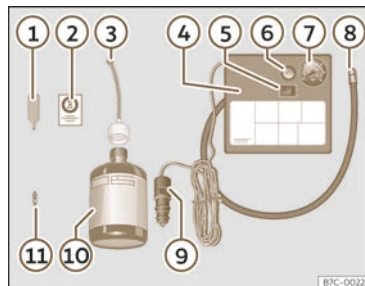

Abb. 265 Prinzipdarstellung: Inhalt des Reifenflicksets.
Das Reifenflickset befindet sich im Gepäckraum unter dem Bodenbelag. Es besteht aus folgenden Bestandteilen >>> (**Abb. 265**):
- Ventilkappe und Ventileinsatz vom Reifenventil abschrauben. Verwenden Sie den Ventileinsatzdreher >>> (Abb. 265) ① zum Heraus-schrauben des Ventileinsatzes. Legen Sie den Ventileinsatz auf einem sauberen Untergrund ab.
- Reifenfüllflasche kräftig schütteln >>> (Abb. 265) ⑩.
- Einfüllschlauch >>> (Abb. 265) ③ auf die Reifenfüllflasche schrauben. Die Folie am Verschluss wird automatisch durchstoßen.
- Verschlussstopfen vom Einfüllschlauch >>> (Abb. 265) ③ entfernen und das offene Schlauchende auf das Reifenventil schrauben.
- Ventileinsatz mit dem Ventileinsatzdreher >>> (Abb. 265) ① wieder in das Reifenventil schrauben.
- Reifenfüllschlauch >>> (Abb. 265) ⑧ des Luftkompressors fest auf das Reifenventil schrauben.
- Prüfen, ob die Luftablassschraube >>> (Abb. 265) ⑥ zuge dreht ist.
- Kabelstecker >>> (Abb. 265) ⑨ in eine 12-Volt-Steckdose des Fahrzeugs stecken >>> S. 271.
- Luftkompressor mit dem EIN-/AUS-Schalter >>> (Abb. 265) ⑤ einschalten.
- Kleben Sie den Aufkleber >>> (Abb. 265) ② im Sichtfeld des Fahrers auf das Kombi-Instrument.
>>> (Abb. 265)  wieder an und lesen Sie den Reifenfülldruck an der Reifenfülldruckanzeige  ab.